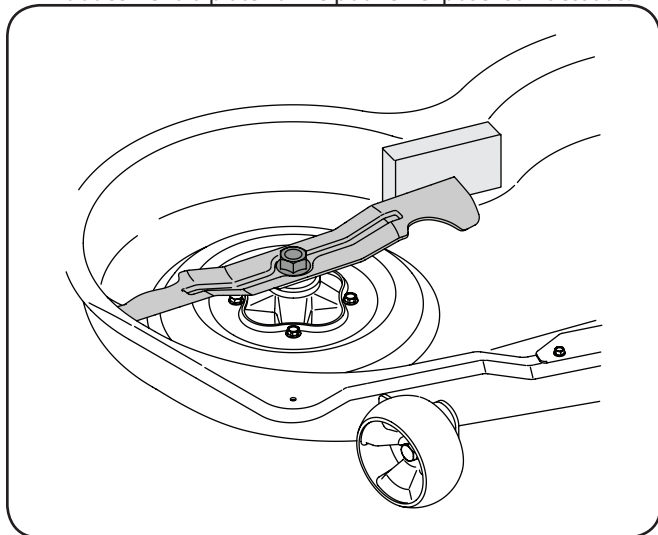

Figure 4-3
2. Placez un bloc de bois entre la paroi centrale du logement de la plate-forme et la lame de découpage pour agir en tant que stabilisateur. Consultez la figure 4-3.
3. Utilisez une clé 15/16" pour enlever l'écrou à épaulement à tête hexagonale qui maintient les lames gauche et droite aux manchons des lames. Consultez la figure 4-3.